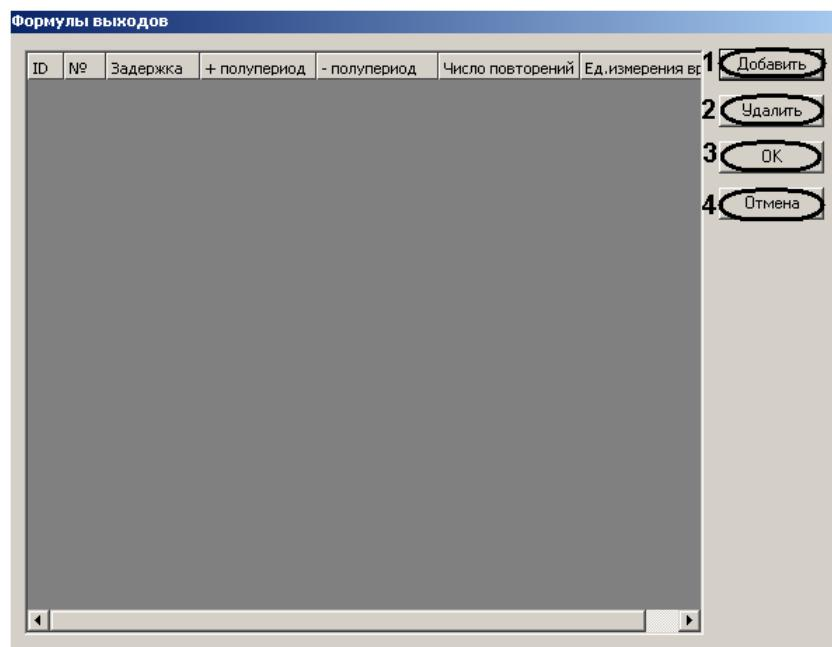

Рис. 3.3-19 Окно формулы выходов
Откроется окно **Формулы выходов** (Рис. 3.3-19).
2. Нажать кнопку **Добавить** для добавления новой формулы (см. Рис. 3.3-19, 1).
4. Для удаления формулы выхода необходимо выбрать формулу, нажатием левой кнопки мыши, и нажать кнопку **Удалить** (см. Рис. 3.3-19, 2).
5. Для сохранения внесенных изменений и возврата на панель настроек необходимо нажать кнопку **OK** (см. Рис. 3.3-19, 3).
*Примечание. Для возврата на панель настроек объекта Контроллер доступа Elsys-MB без сохранения изменений необходимо нажать кнопку **Отмена** (см. Рис. 3.3-19, 4).*